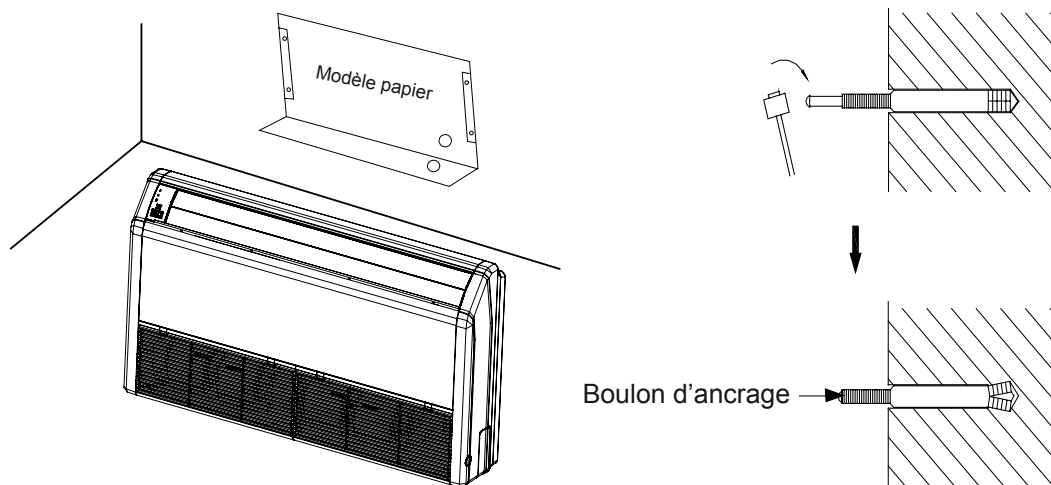

Fig 4.1.2.1
- (1) Déterminer l'emplacement du crochet de suspension à l'aide du modèle de pose en papier, puis retirer le modèle en papier comme indiqué sur la figure de gauche de la Fig 4.1.2.1.
- (2) Insérer les boulons expansibles dans les trous percés, puis enfoncer le clou dans le boulon, comme indiqué sur la Fig 4.1.2.1.